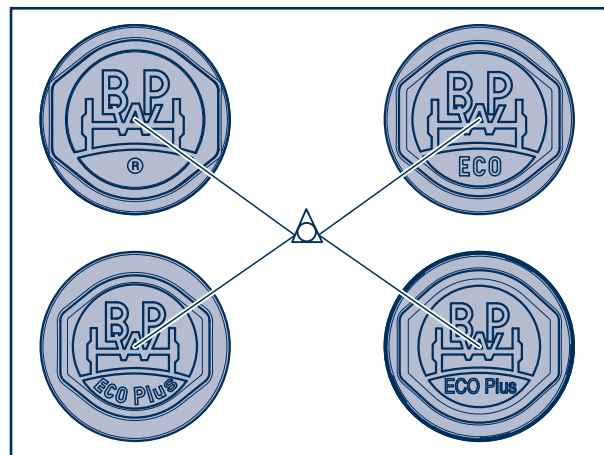

Fig. 1
Bei Aggregaten mit neuen Nabenkapseln (eingepprägtes ®, ECO oder ECO Plus unter dem BPW Logo) (Fig. 1) brauchen nur die Nabenkapseln von der Bezugsachse abgeschraubt werden.
- [1] Bei älteren Nabenkapseln als in Fig. 1 dargestellt, die Nabenkapseln abschrauben und Fett an den Radnaben entfernen.
- [2] Einschraubköpfe (1) (BPW Nr. siehe Kapitel 5) an die Radnaben der Bezugsachse anschrauben, beide Messrohre (2) einschrauben und Bezugsachse so weit anheben, bis beide Räder frei sind.
Only the hub caps of the reference axle need be unscrewed also on vehicles with new hub caps (embossed ®, ECO or ECO Plus under the BPW logo) (Fig. 1).
Seuls les capuchons de l'essieu de référence doivent être dévissés s'il s'agit d'un véhicule doté de nouveaux capuchons (®, ECO ou ECO Plus poinçonnés sous le sigle BPW) (fig. 1).
- [1] In the case of old hub caps as in fig 1, unscrew the hub caps and remove the grease from the wheel hubs.
- [1] Pour des capuchons d'essieux plus anciens que celui représenté en Fig. 1, dévisser les capuchons de moyeu et enlever la graisse sur le moyeu.
- [2] Fit threaded adapters (1) (BPW no. see chapter 5) onto the wheel hubs of the reference axle, screw in both aligning tubes (2) and raise the reference axle far enough until both wheels are clear of the ground.
- [2] Visser les adaptateurs (1) (no BPW - voir chapitre 5) sur les moyeux de l'essieu de référence, monter les deux barres de mesure (2) et relever l'essieu jusqu'à ce que les deux roues puissent tourner librement.